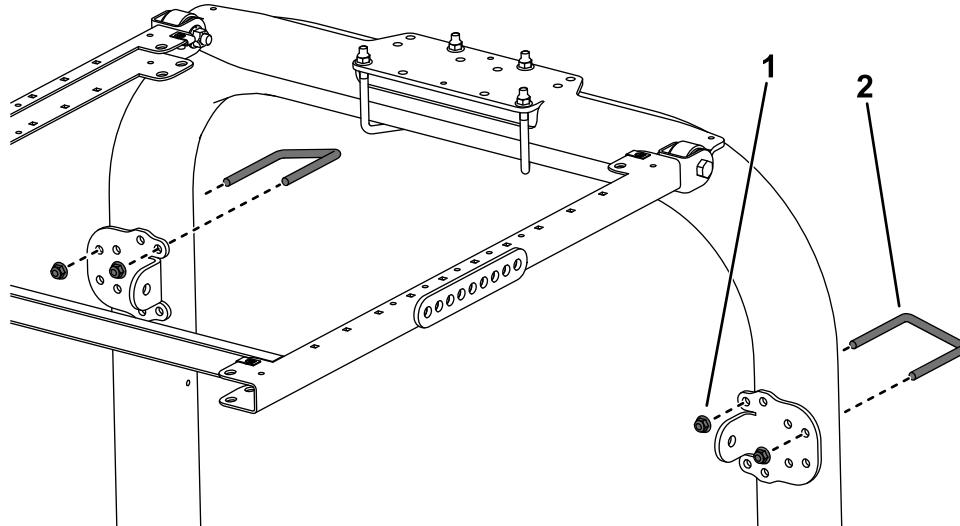

Figura 4
4. Utilizzando i fori di montaggio illustrati nella Figura 4, fissate, senza serrarla, ciascuna delle staffe di ancoraggio ai montanti del roll bar con un bullone a U (3 1/8" x 4") e 2 dadi flangiati.